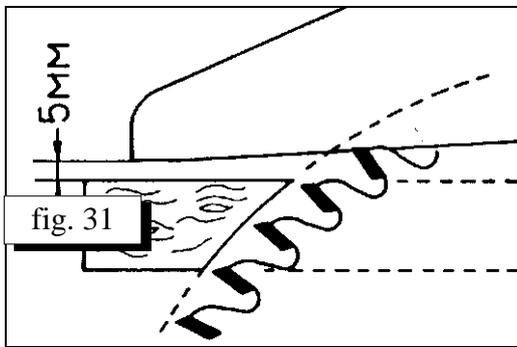

fig. 31
- Choisissez le nombre de dents de la lame de façon à ce qu'au moins 2-3 dents travaillent simultanément (fig. 31).